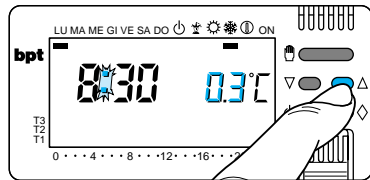

Fig. 74
15.4 - Premere il pulsante ∇ oppure Δ fino a raggiungere il valore desiderato (fig.74).